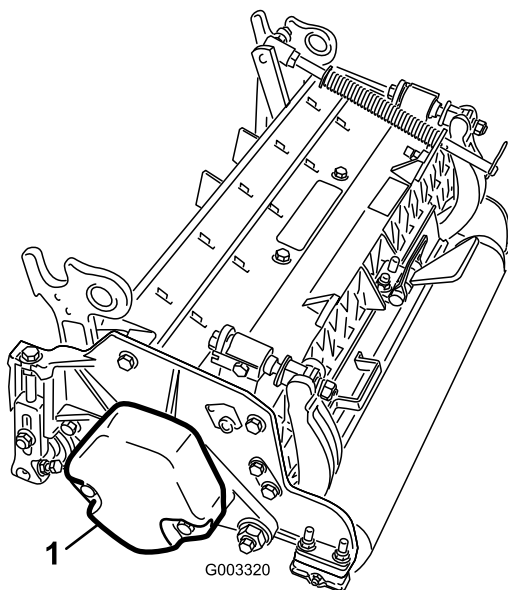

**Bild 4**
- Entfernen Sie an jedem Hubarm der Mähwerke den Klappstecker, mit dem die Kappe am Schwenkbügel des Hubarms befestigt ist, und nehmen Sie die Kappe ab (Bild 4).